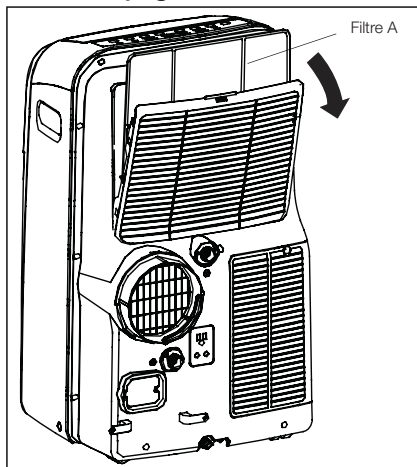
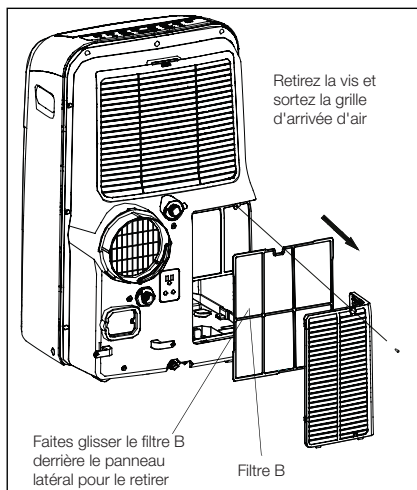

Fig. 27
Fig. 28
- Cet appareil dispose de 2 filtres, A et B. Soulevez la languette du panneau supérieur et retirez le filtre A situé derrière la grille du panneau arrière (Fig. 27). Retirez le filtre inférieur B en enlevant la vis. Retirez la grille d'arrivée d'air, puis retirez le filtre à air, comme indiqué sur la Fig. 28.